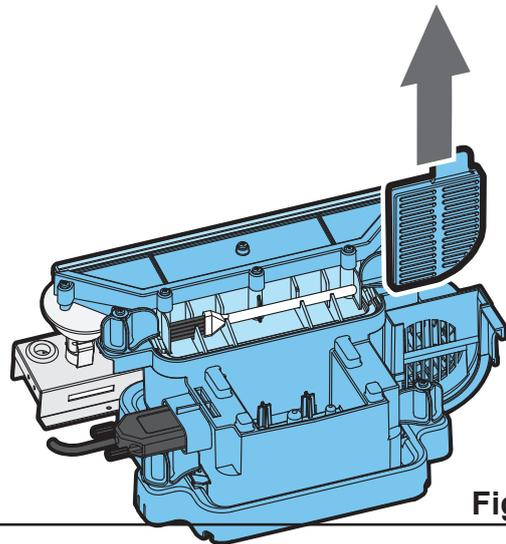

Fig. 17
4. Før plastholderen på luftfilteret forsiktig oppover. (Se Fig. 17).